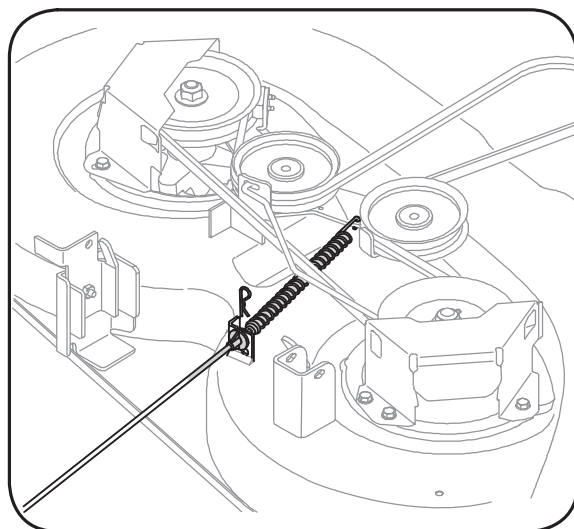

Figure 6-5
8. Écartez le câble de la prise de force de l'arrière du plateau de coupe en retirant la goupille-épingle qui le retient. Retirez le ressort du support de la poulie de tension du plateau de coupe. Voir la Figure 6-5.